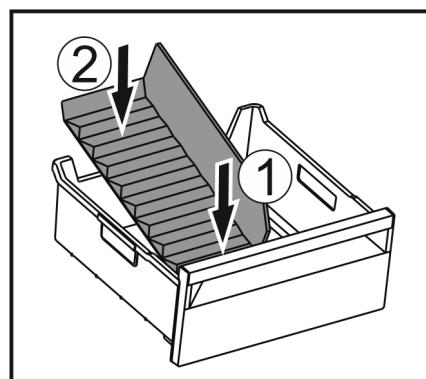

Fig. 107
- Поставете предната част на разделителя на отделението за лед. Fig. 107 (1)
- Спуснете задната част на разделителя на отделението за лед до дъното на чекмеджето. Fig. 107 (2)